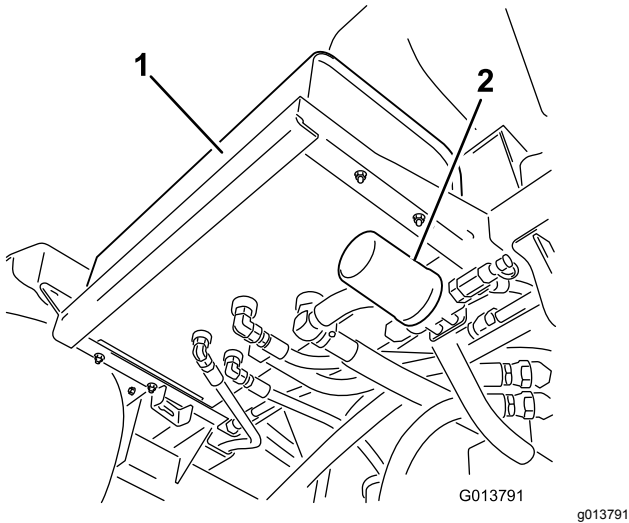
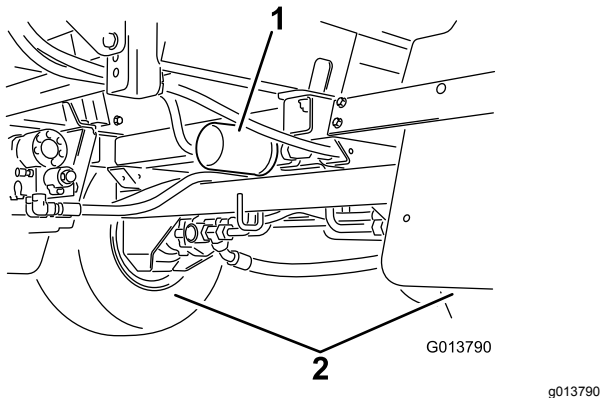

Figure 94
Figure 95
- Localisez les 2 filtres hydrauliques sur la machine (Figure 94 et Figure 95).